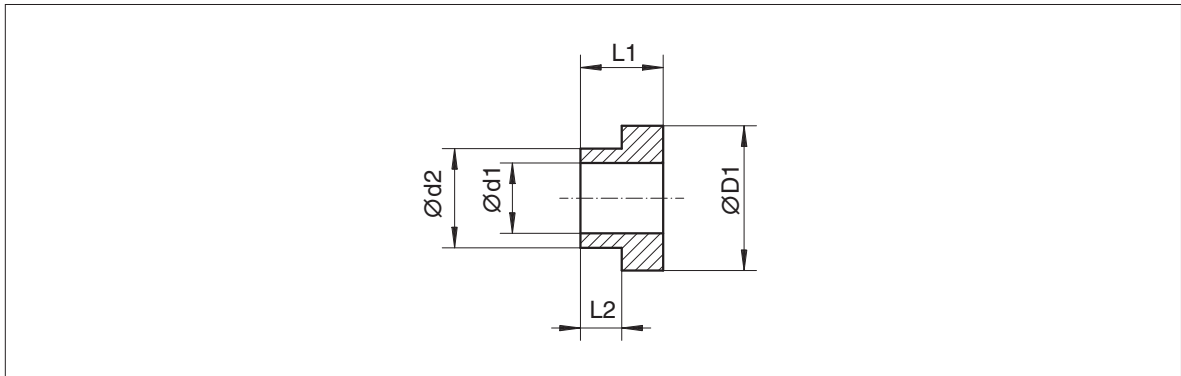

Bild 11: Demontagescheibe
- 1 x Demontagescheibe (Bild 11)